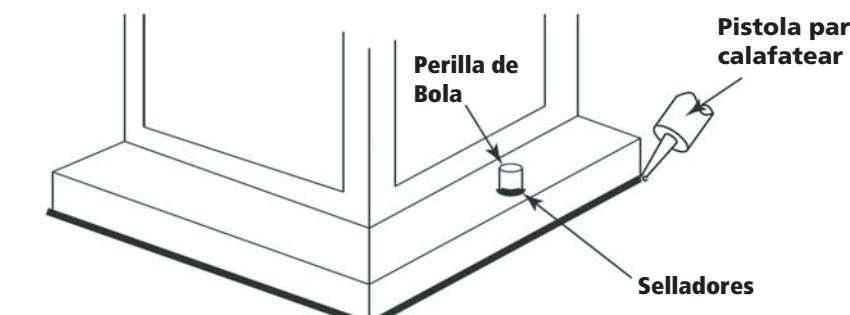

Figura 2
1. Conecte el cable de alimentación positiva (**A**) (normalmente negro el lado no marcado suave del cable de dos conductores) de plomo accesorio positivo (**B**) con un giro de tamaño approrpiately conector – **Véase la Figura 2 y 3**.
Loop alambre de tierra (**E**) (generalmente de cobre o verde recubierto de plástico) debajo de la cabeza del tornillo de tierra (**S**) en la brida de montaje accesorio (**M**) y conectar con el extremo suelto del cable de tierra luminaria directamente al cable de tierra del sistema de construcción con un tamaño adecuado twist-connectores – **Véase la Figura 2**.
Después asegurar fijo en su lugar, se recomienda que la distancia entre la parte superior y la base de montaje del accesorio se sellará con cualquier buen masilla impermeable de calidad o sellador de silicona (no incluido). También se recomienda que una pequeña capa de madilla o sellador de ser sometidos a los mandos de bolas utilizadas para montar accesorio – Véase la Figura 2.